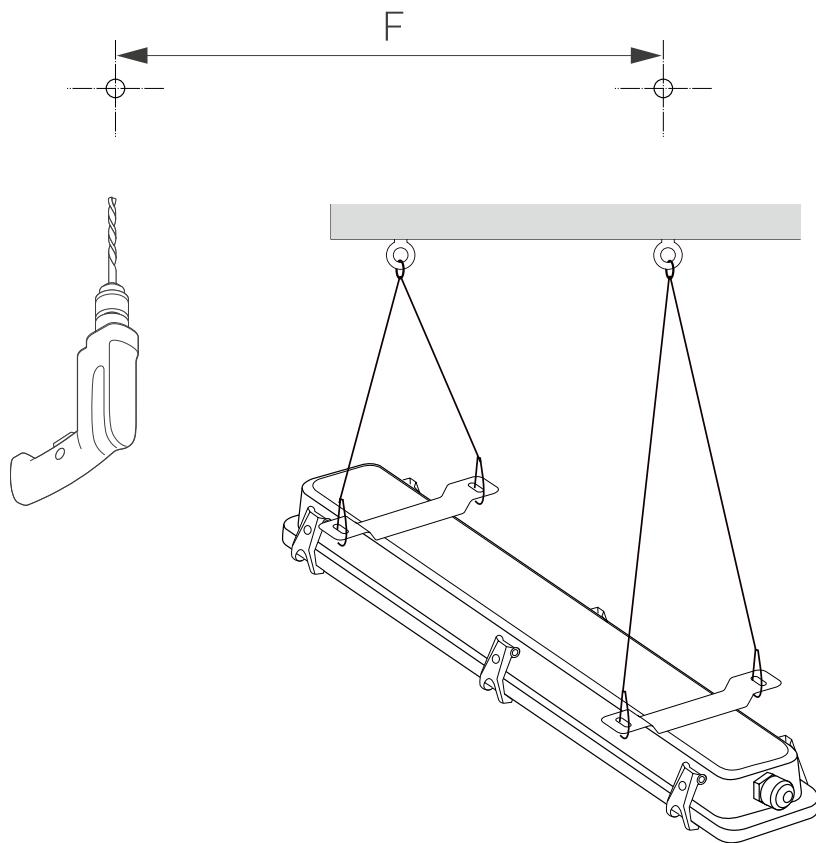

Рис. 2. Установка светильника подвесным способом
- ✓ Для подвесного монтажа (рис. 2) выберите место для установки светильника и выполните разметку отверстий под рым-болты согласно выбранным размерам светильника. Просверлите отверстия, вставьте в них анкеры, вкрутите рым-болты до упора.